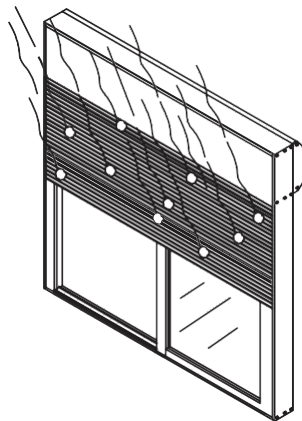

Figura 5 – Danos causados por choques mecânicos.
b) Danos causados a palheta devido a choques mecânicos, falta de cuidado no manuseio, fenômenos naturais, como chuvas de granizo e fenômenos estranhos, como explosões, incêndios, impactos, etc. (Figura 5).